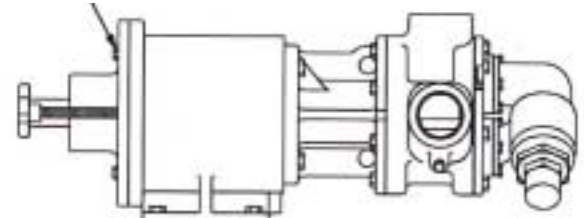

FIGURA 17
3. Sostenga la bomba desde arriba y sujete el soporte del acoplamiento para evitar que golpee mientras se une la bomba. Utilice la canastilla como guía y deslice la bomba hacia arriba hasta el soporte del acoplamiento a través de la abertura pequeña. Sujete con los cuatro tornillos de 0,5". Ver Figura 17.